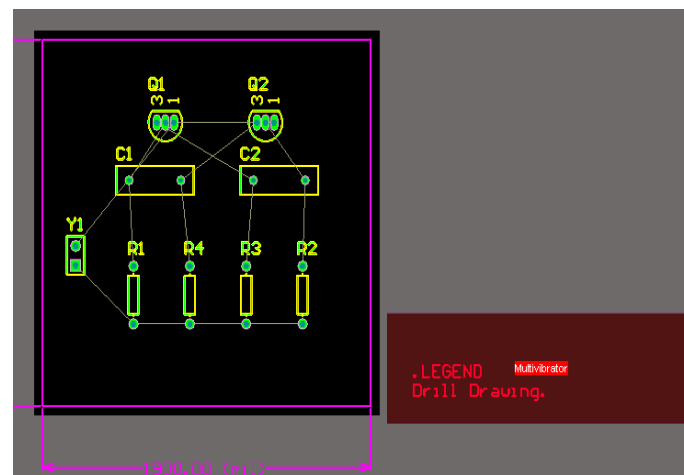

图3-23 放置元件
- 4. 拖动连接时，按下Space键将其旋转90°，然后将其定位在板子的左边，如图3-23所示。
- 6. 参照图3-23所示放置其余的元件。当设计者拖动元件时，如有必要，使用Space键来旋转元件，让该元件与其它元件之间的飞线距离最短，这样飞线就如图3-23所示。
- (3) 如果设计者认为这4个电阻偏左，也可以整体向右移动
- (4) 在设计窗口的其它任何地方左击鼠标取消选择所有的电阻，这四个电阻现在就对齐了并且等间距。
- (5) 把PCB板边框以外的“Multivibrator”Room块删除，如图3-23所示，选中要删除的块，按Delete键即可。